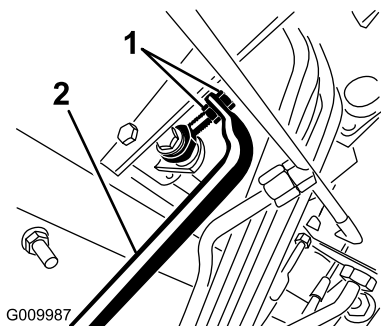

Figura 42
4. Ajuste las contratuercas del extremo de la varilla de la bomba con objeto de desplazar el tubo de control de la bomba hacia adelante para eliminar el movimiento de la máquina hacia adelante, o hacia atrás para eliminar el movimiento hacia atrás (Figura 42).